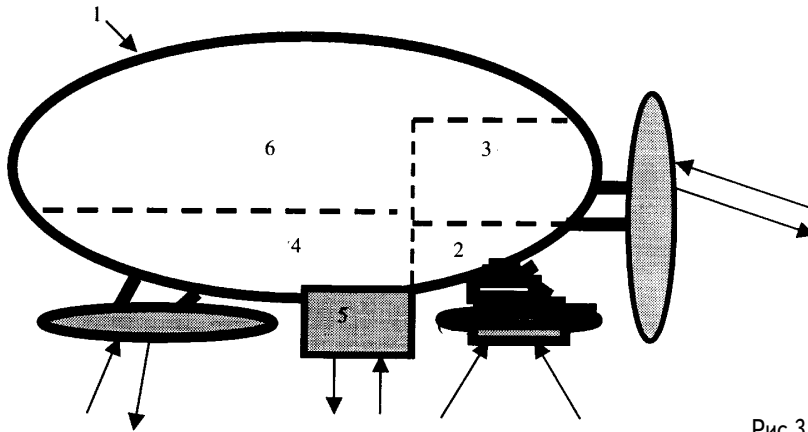

Рис.3
**Комплекс пилотирования (рис. 3)** содержит непилотируемый носитель 1, на котором установлены телекамера с вариообъективом 2 и механизм управления камерой по командам с КУС, блок приема-передачи 3 для приема команд с КУС и передачи видеоинформации с телекамеры, приемник на-